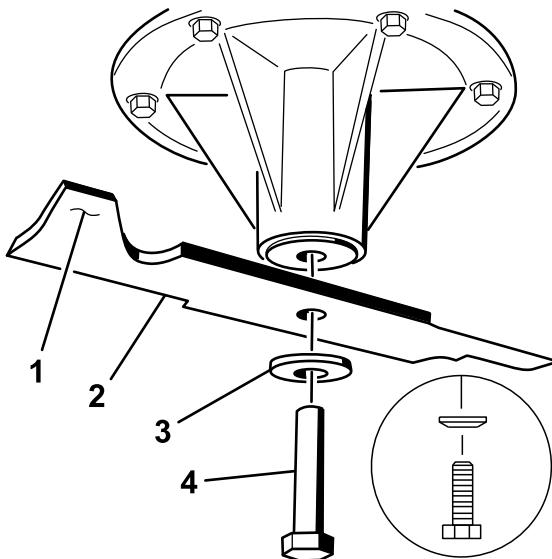

Figure 80
2. Placez la lame sur l'axe (Figure 80).
3. Montez la rondelle bombée et le boulon de la lame (Figure 80).
Remarque: Le cône de la rondelle bombée doit être dirigé vers la tête du boulon (Figure 80).